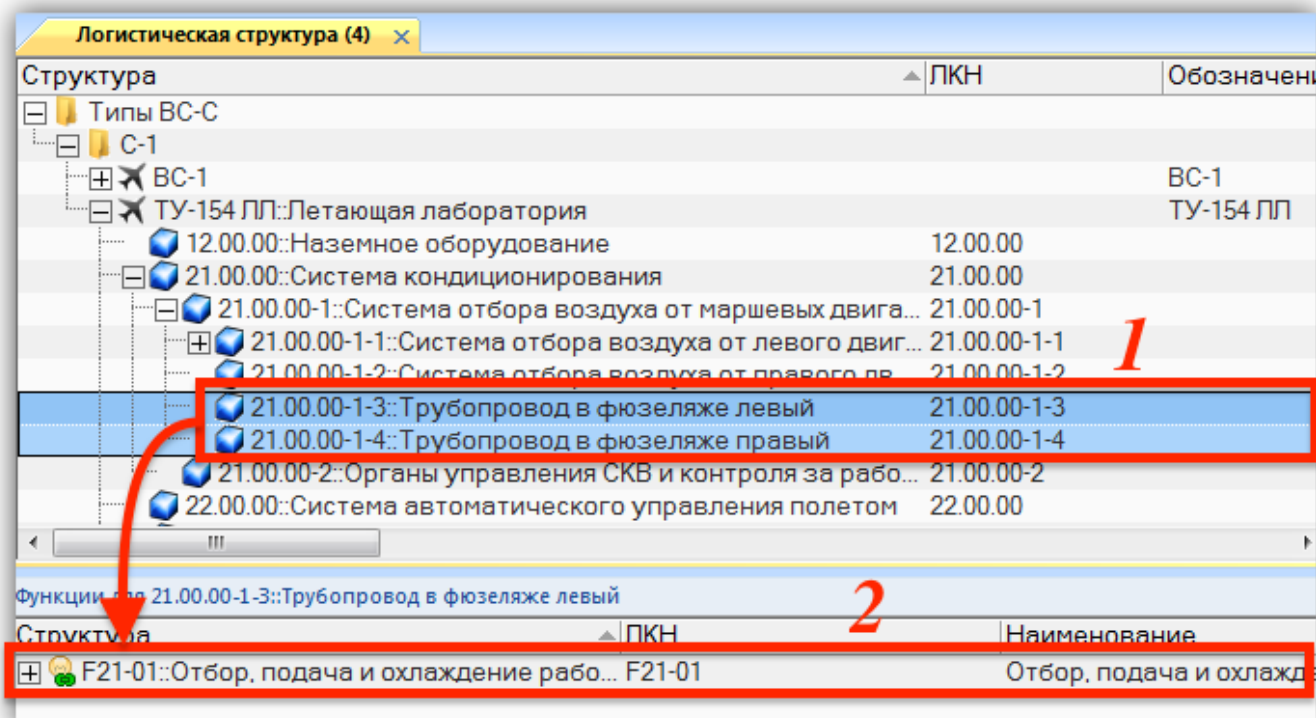

Рис. 10-296 – Функции, связанные с элементами ЛСИ
5) В отобразившемся диалоговом окне нажать кнопку «Да» для подтверждения создания связи, для отмены нажать «Нет» (рис. 10-296).